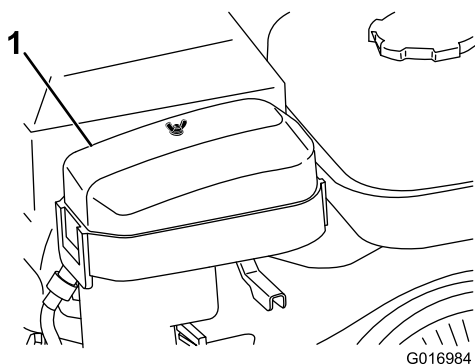

Figura 24
2. Retire a porca que fixa a parte superior do filtro de ar e retire a cobertura (Figura 24).